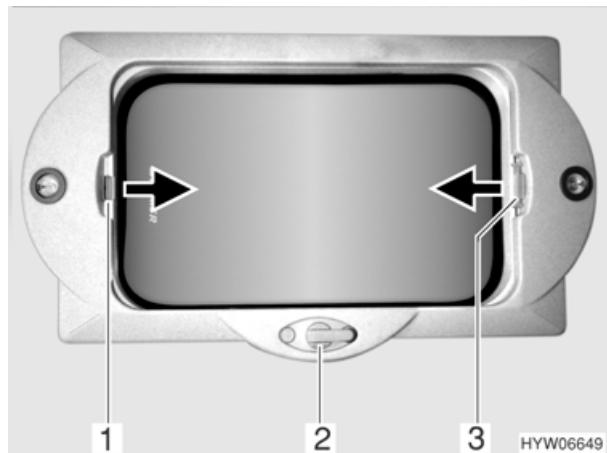

Bild 35 Kurbelhub-Dachlüfter
- Den Kurbelhub-Dachlüfter je nach Drehrichtung mit der Dachlüfterkurbel (Bild 35,2) heben (öffnen) oder senken (schließen). Die Verstellbarkeit ist beliebig.
- Faltverdunklung (Bild 35,3) bis zur gewünschten Position in Pfeilrichtung ziehen. Die Faltverdunklung bleibt in dieser Position stehen.
- Insektenschutzrollo (Bild 35,1) in Pfeilrichtung ziehen, bis es an der Faltverdunklung (Bild 35,3) anstößt.
- Griff am Insektenschutzrollo (Bild 35,1) drücken.